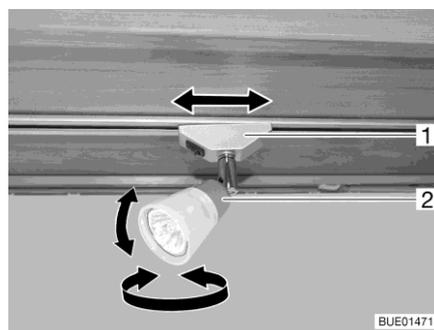

Bild 26 Spotleuchte
Spotleuchte drehen: ■ Gehäuse (Bild 26,2) der Spotleuchte in gewünschte Richtung drehen. Das Gehäuse kann in folgende Richtungen gedreht werden:
- Halterung (Bild 26,1) um ca. 45° drehen.
- Halterung (Bild 26,1) um 90° drehen.